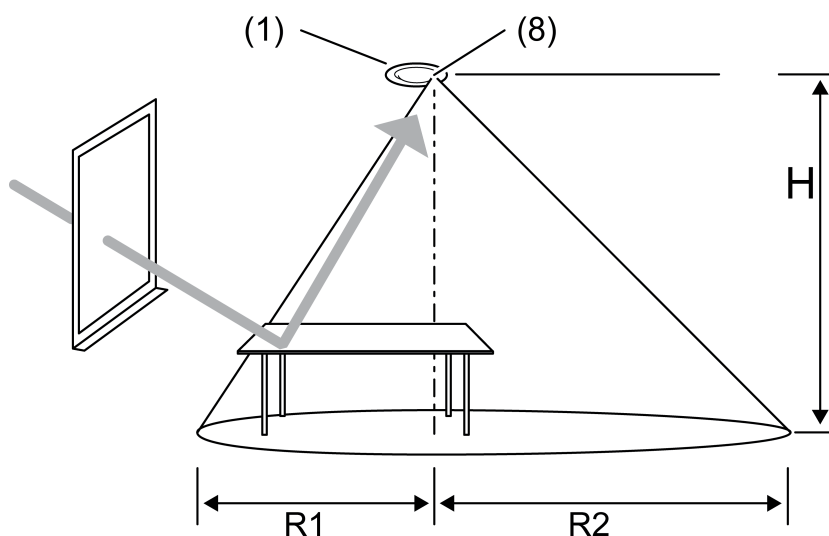

Bild 3
- Vid monteringen skall apparaten justeras in på ett sådant sätt att ljusstyrkesensorn (8) inte är vänd mot fönstret(bild 3).